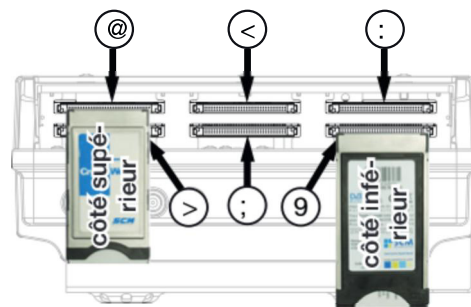

Fig. 5: Insertion des modules CA dans les logements CI
Danger d'endommagement des logements CI. Insérez les modules CA (CAM) dans les logements ②/④/⑥ avec le **côté supérieur** vers le haut et dans les logements ①/③/⑤ avec le **côté inférieur** vers le haut (Fig. 5). Observez également les informations jointes au CAM.
2. Insérez les modules CA conformément à l'exemple de la Fig. 5.